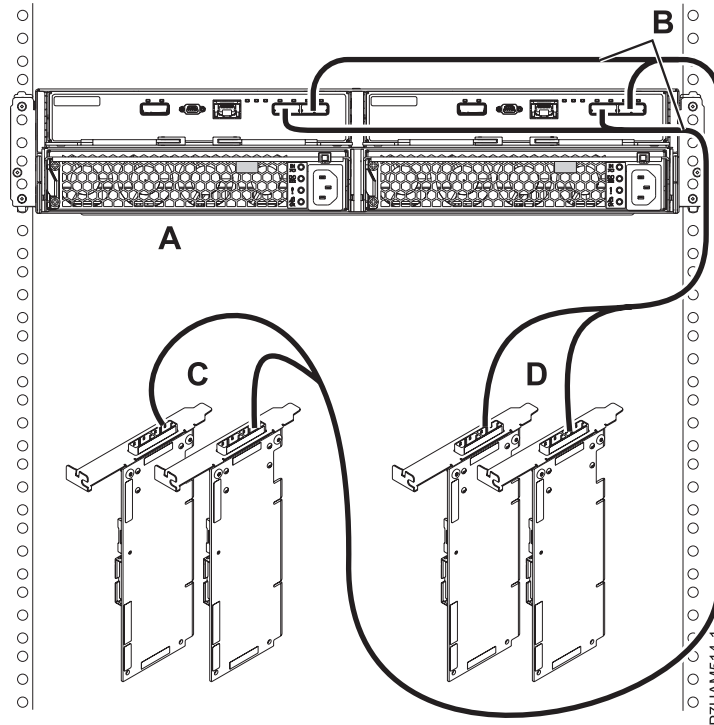

Figure 41. Connexion de mode 2 d'un boîtier d'unité de disque 5887 via des câbles X à deux paires d'adaptateurs SAS
- Effectuez la connexion de mode 2 d'un boîtier d'unité de disque 5887 (A) via des câbles X (B) à deux paires d'adaptateurs SAS. Voir figure 41, à la page 43.
- Chaque adaptateur SAS de la paire 1 (C) peut accéder à l'autre adaptateur, ainsi qu'aux baies d'unité D1 à D12.
- Chaque adaptateur SAS de la paire 2 (D) peut accéder à l'autre adaptateur, ainsi qu'aux baies d'unité D13 à D24.